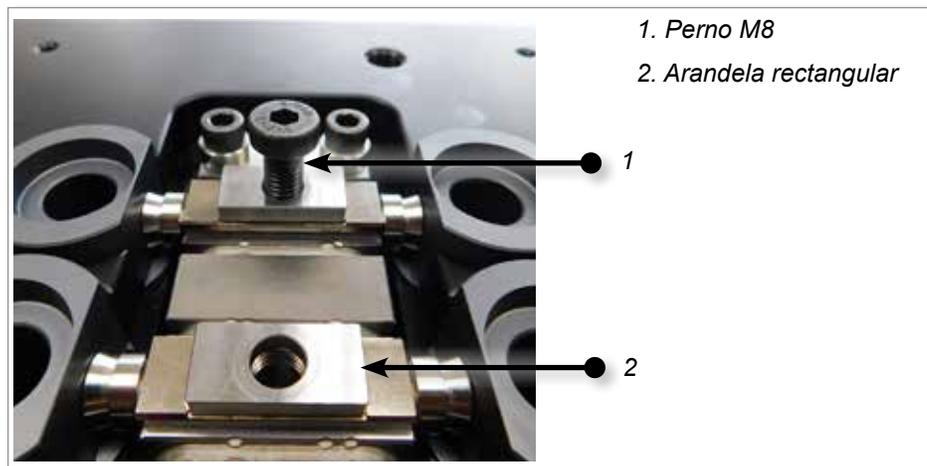

Figura 19-28 Instalación de la arandela rectangular y el perno
2. Inserte la arandela rectangular y el perno M8 en el bloque de colada. Apriete el perno a 27 Nm (20 ft-lb). Consulte la Figura 19-28.